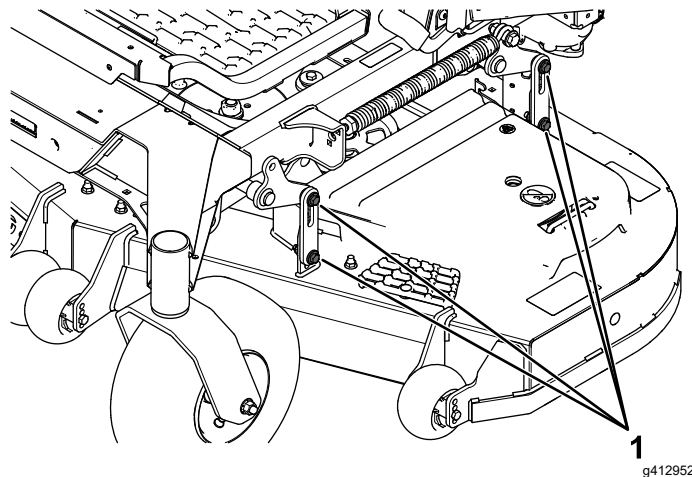

Figura 96
16. Afloje las contratuercas (Figura 96) en las 4 esquinas y asegúrese de que la carcasa de corte queda bien asentada sobre los 4 bloques.